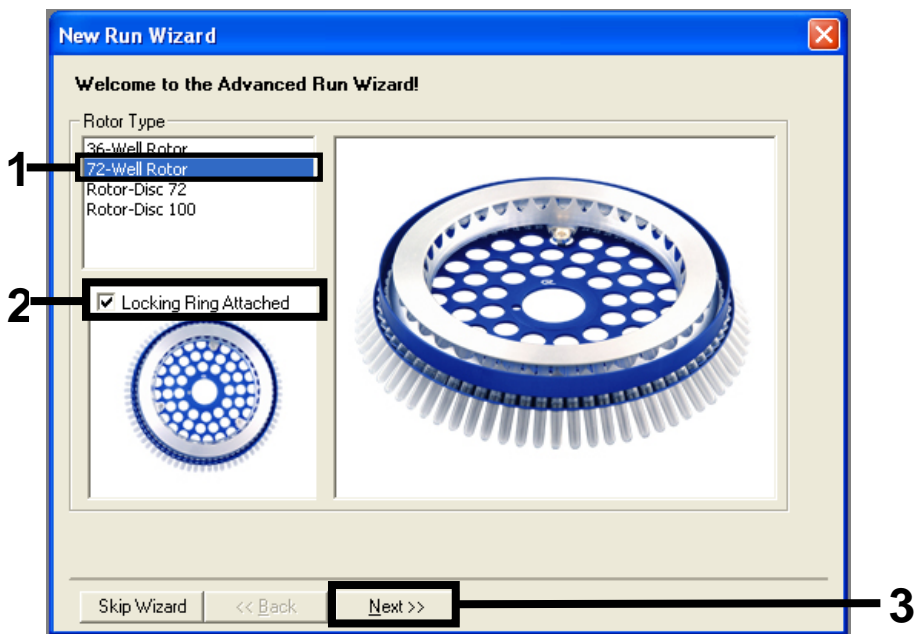

Figura 33. Cuadro de diálogo "New Run Wizard" (Asistente para series nuevas) y pantalla de inicio.
2. Cree el perfil de temperatura según el protocolo: creación de un perfil de temperatura. Asegúrese de seleccionar el rotor correcto y marque la casilla Locking Ring Attached (Anillo de fijación sujeto). Haga clic en Next (Siguiente) (figura 33).